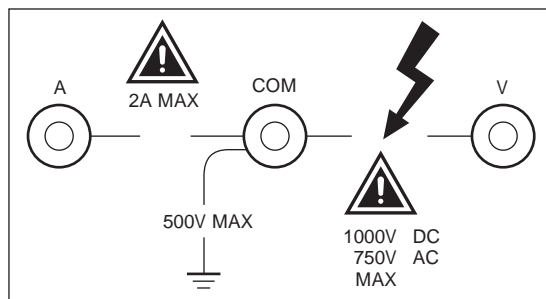

図3.21 許容入力 の表示例
① は、電源スイッチです。プッシュ・スイッチを押すことで、ボタンが沈んでスイッチが入り(ON)、再度押すと浮上して切れる(OFF)ことを示します。多くの小型のデジタル・マルチメータでは、ファンクション(レンジ)・スイッチにOFF位置を設けることで、電源スイッチを省略しています。
② は、注意を促すマークです。安全上重要な部分ですから、説明書を熟読してください。図3.21の例では、電流測定端子A-COM間の最大(MAX)許容電流は2Aで、電圧測定端子V-COM間の最大許容電圧は直流が1000V、交流が750Vとなります。これ以上の電流や電圧を加えると、テスタが損傷する、人体に危険をおよぼすなどの問題が起こります。
③ は、高電圧の警告マークです。電圧測定時に感電しないように警告しています。
④ は、コモン・モード(同相成分)の許容電圧が、500Vであることを示しています。一般的に、入力端子(V)とアース(筐体)間に加わる電圧は、表示器には表示されません。この許容値を超える電圧を加えた場合、テスタの回路部品が破損することがあります。